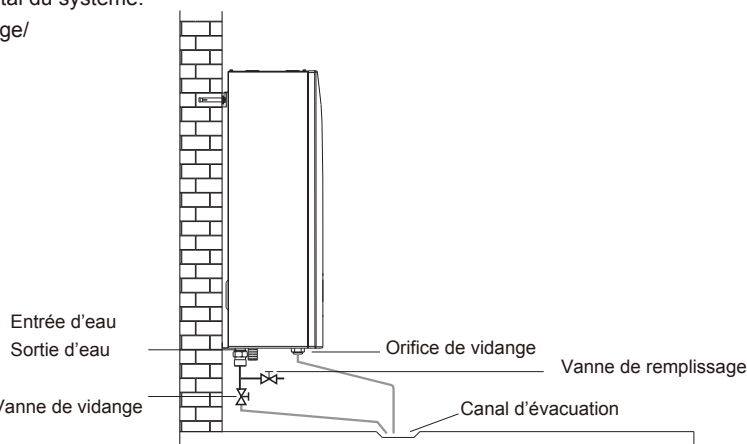

figure 2
3) Pour le dimensionnement du vase d'expansion du circuit de chauffage/refroidissement, utilisez le graphique de la figure 2 :